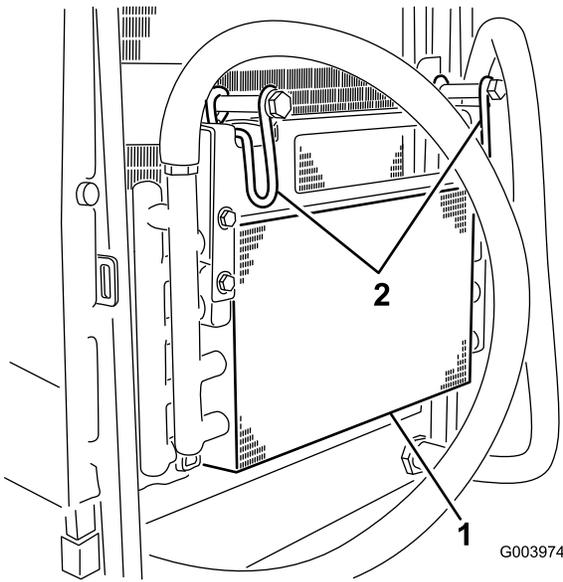

図 62
5. オイルクーラのラッチを内側に倒してオイルクーラを外す図 62